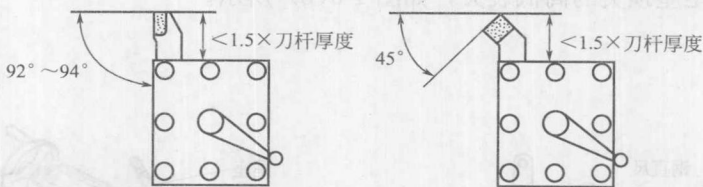

图 1-2 车刀在刀架上伸出的长度
1) 车刀装夹在刀架上的伸出部分应尽量短,以增强其刚性。伸出的长度约为刀柄厚度的 1~1.5 倍,如图 1-2 所示。